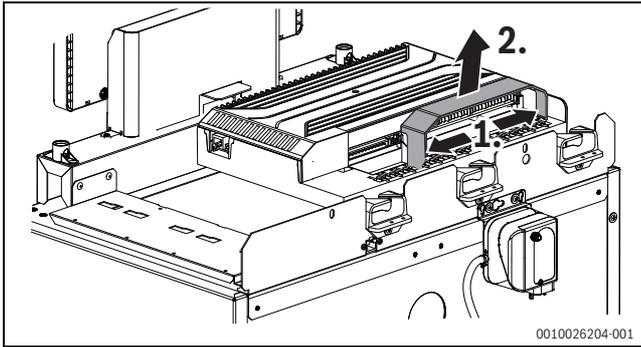

Fig. 21 Rimozione della copertura di protezione delle connessioni
- ▶ Eventualmente rimuovere la copertura di protezione (→ fig. 21).